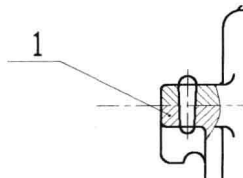

图 7-5-11
(8) 在“选项卡”面板中单击“关闭”按钮，即可完成引线标注，如图7-5-11所示。双